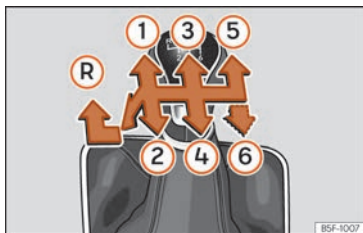

Fig. 51 Schéma d'une boîte mécanique 5 vitesses ou 6 vitesses.
Les positions des vitesses sont représentées sur le levier de vitesses » **fig. 51**.
- Au point mort, appuyez sur le levier de vitesses, déplacez-le complètement vers la gauche puis vers l'avant pour passer la marche arrière » **fig. 51 (R)**.